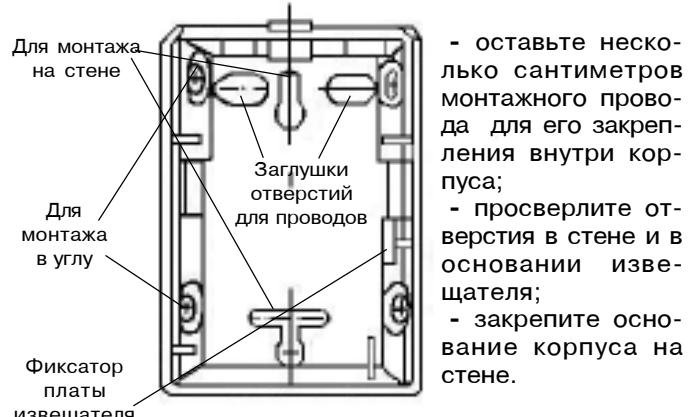

Рис.1. Основание извещателя
- снимите печатную плату, отжав удерживающий ее фиксатор (рис.1);